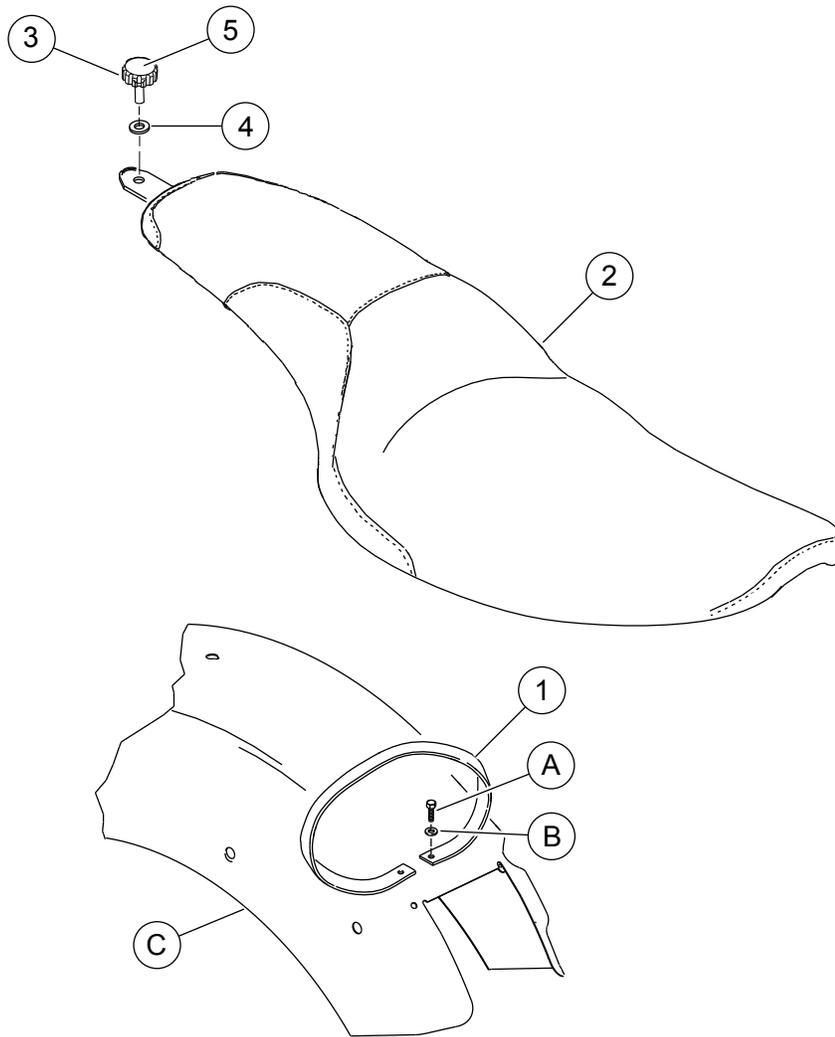

Abbildung 1. Ersatzteile: Softtail Deuce Custom Sitz-Sätze
Siehe Abbildung 1 und Tabelle 2 für eine vollständige Liste des Satz-Inhalts.
1. Siehe Abbildung 1 und Tabelle 2. Die Sitzbefestigungsschraube (A) und Unterlegscheibe (B) von der Oberseite des hinteren Schutzblechs (C) entfernen.
5. Den Halteriemen (1) aus dem Satz mit den ursprünglich ausgebauten Befestigungsteilen einbauen.
6. Das Ende des neuen Sitzes (2) durch den Halteriemen schieben.
9. Den neuen Sitz mit dem Rändelknopf (3) und der Unterlegscheibe (4) am Schutzblech befestigen.